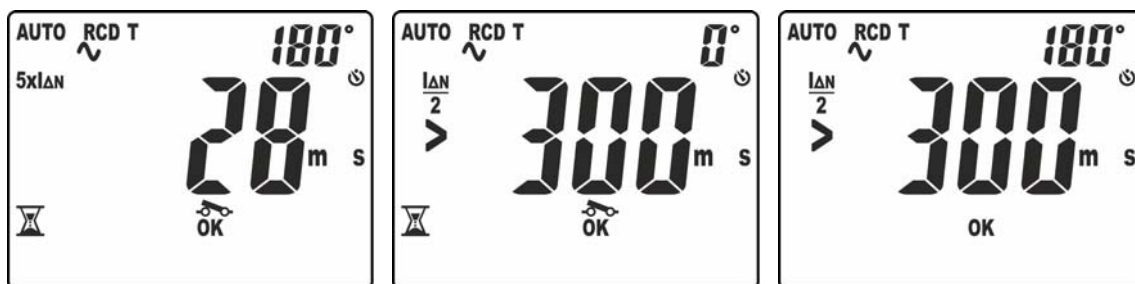

Fig. 33: Tiempo de intervención en modo AUTO – Pantallas 2
13. La cuarta prueba realizada es con corriente de prueba  $5xI_{\Delta n}$  y polaridad  $180^\circ$ . El resultado de la medida parcial se muestra en pantalla con indicación "OK" o "NOT OK" (ver Fig. 33 – parte derecha). El símbolo "🔌" parpadeante indica que es necesario rearmar el RCD
14. La quinta prueba realizada es con corriente de prueba  $\frac{1}{2}I_{\Delta n}$  y polaridad  $0^\circ$ . El resultado de la medida parcial se muestra en pantalla con indicación "OK" o "NOT OK" (ver Fig. 33 – parte central). El mensaje ">300ms" indica el fuera de escala del instrumento indicando la correcta no intervención del RCD en tal situación. El símbolo "🔌" parpadeante indica que es necesario rearmar el RCD
15. La sexta y última prueba es con corriente de prueba  $\frac{1}{2}I_{\Delta n}$  y polaridad  $180^\circ$ . El resultado de la medida parcial se muestra en pantalla (ver Fig. 33 – parte derecha). El mensaje ">300ms" indica el fuera de escala del instrumento indicando la correcta no intervención del RCD en tal situación. La indicación "OK" o "NOT OK" indica en este caso también el resultado final de la prueba